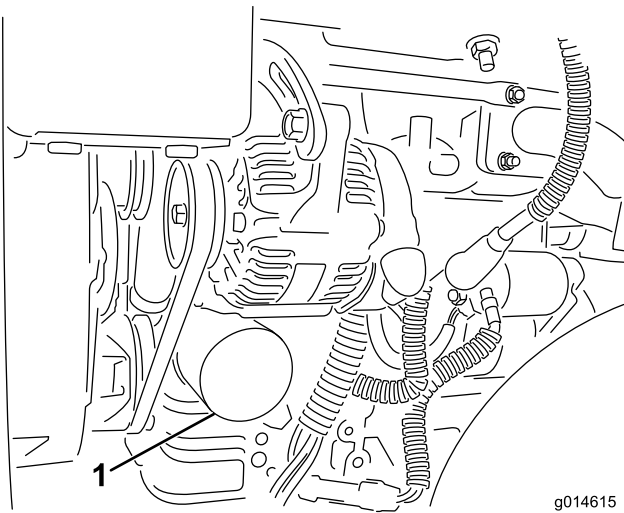

図 44
2. オイルフィルタ（図 44）を外す。新しいフィルタのガスケットに薄くエンジンオイルを塗る。